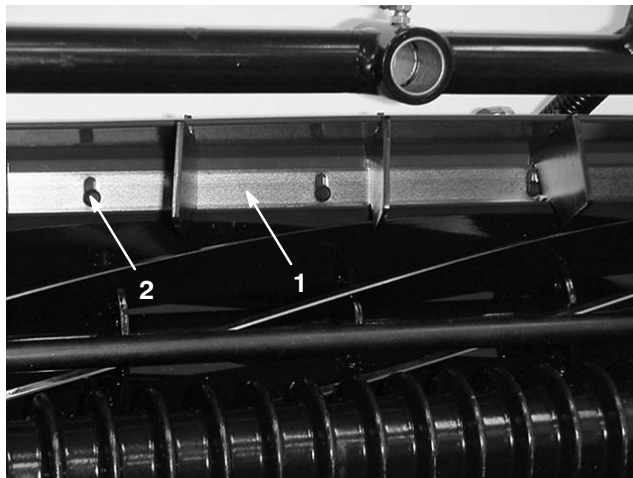

Figure 4
1. Desserrez les vis de fixation de la barre supérieure (Fig. 4). Insérez une jauge d'épaisseur de 2 mm entre le haut du cylindre et la barre supérieure.